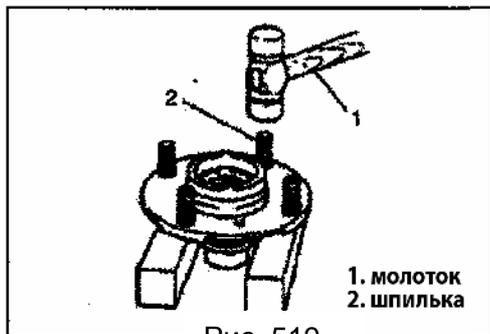

Рис. 519
8) Снимите болты со ступицы (Рис. 519).